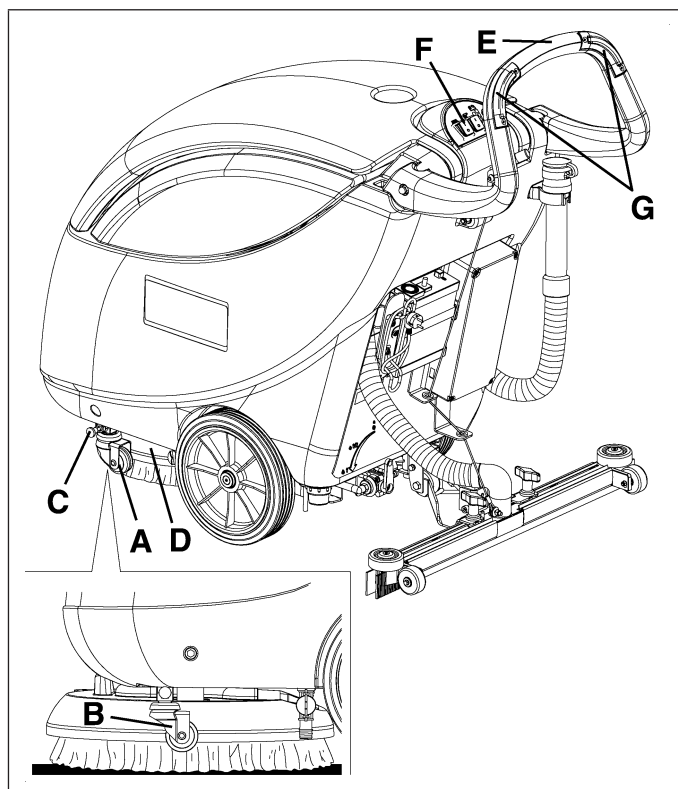

Figure 12
3. Désactiver le dispositif de stationnement (A, Fig. 12) en le positionnant sur (B) après avoir actionné la goupille correspondante (C).
4. Soulever la couverture de la brosse (D, Fig. 12) en faisant lever le levier sur le guidon (E).
6. Baisser la couverture (D, Fig. 12) au moyen du guidon (E).
7. Positionner l'interrupteur de la brosse (F, Fig. 12) sur "I", puis appuyer l'un ou les deux boutons-poussoirs (G) pour quelques secondes pour permettre l'accrochage de la brosse/plateau support disque.